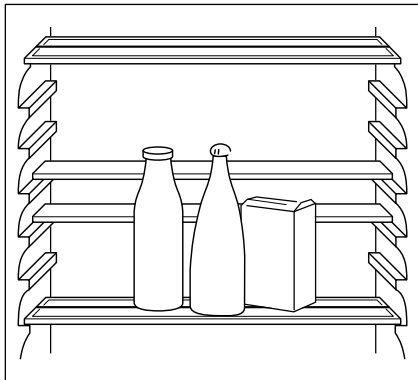

Fig. 12
- ☐ Verwijder het voorste deel van de halve glazen plaat en plaats het ergens anders (**Fig. 12**). Hierdoor wint u ruimte, waardoor u hoge verpakkingen op de onderstaande plaat kunt zetten.